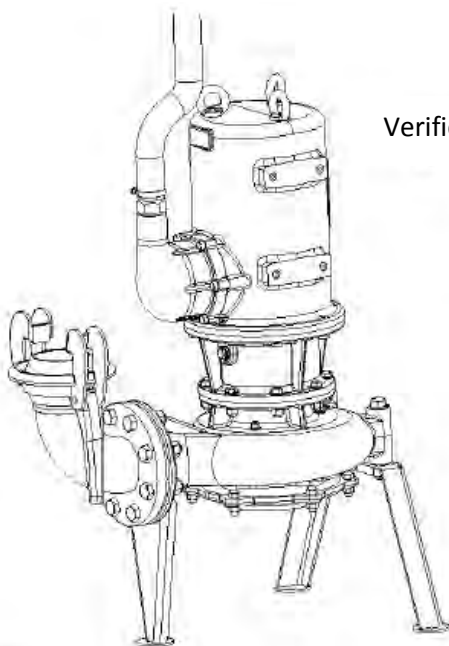

Figura 5
- Posicionar a motobomba submersível em posição vertical (ver figura 5).